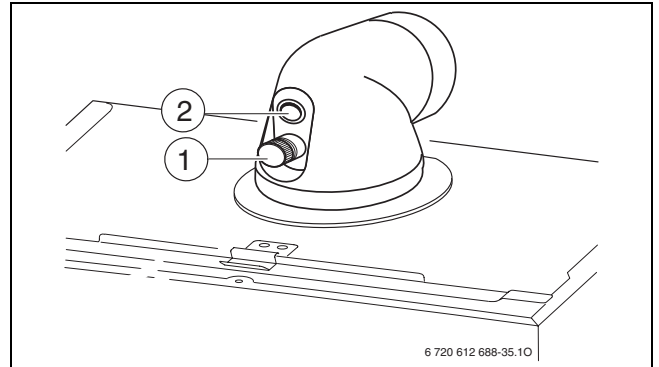

Рис. 43
- Видалити заглушку в штуцері для вимірювання параметрів повітря для спалювання (2) (→ рис. 43).
- Видалити заглушку у патрубку для вимірювання параметрів димових газів (1) (→ рис. 43).